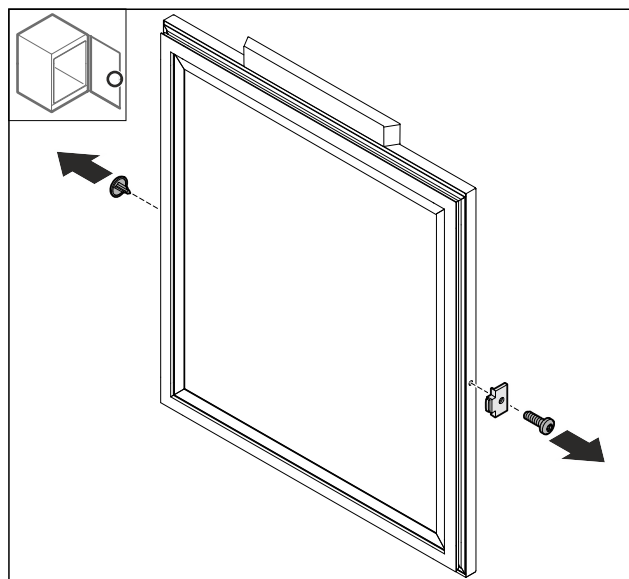

Fig. 17
- Skinite poklopac Fig. 17 (1).
- Demontirajte zaustavljač vrata Fig. 17 (2).